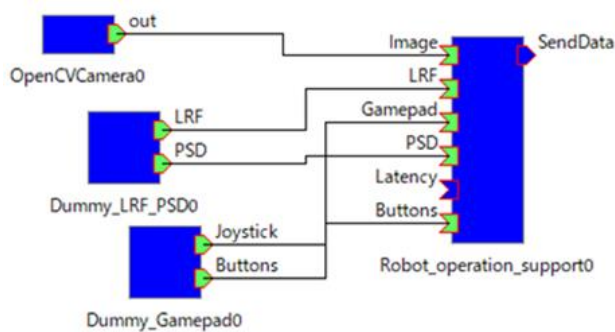
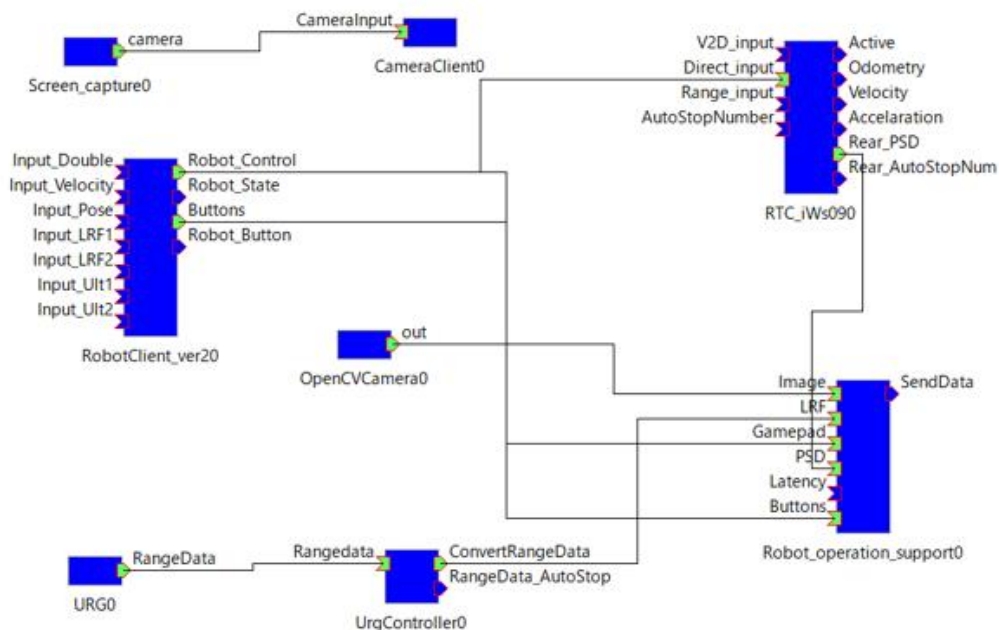

図 4-11 動作確認時の RTC 結線図
図 4-12 RSNP 遠隔操作時の RTC 結線図
- 同様に使用する RTC の結線を行い、動作確認時は図 4-11 のように結線する。遠隔操作時は図 4-12 のように結線する。